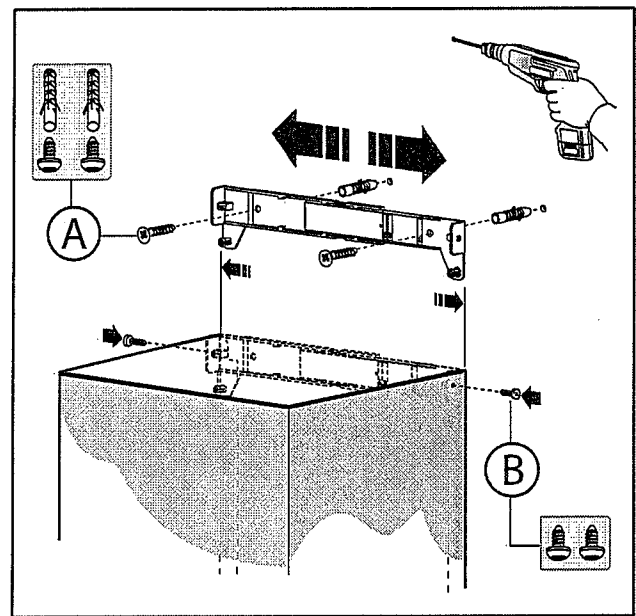

Fig.3
- Régler d'abord la largeur de la bride de support du raccord supérieur (Fig.3).
- Ensuite la fixer au plafond, de manière à ce qu'elle soit sur l'axe de votre hotte au moyen des vis **A** (Fig.3), tout en respectant la distance depuis le plafond indiquée à la Fig.2.